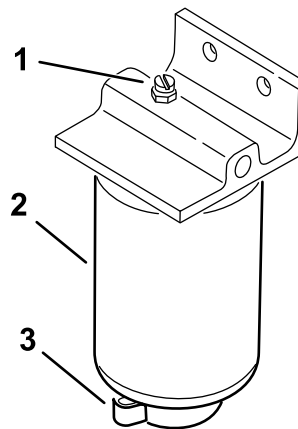

Figure 38
4. Ouvrez le robinet de vidange du filtre et le reniflard (Figure 38).